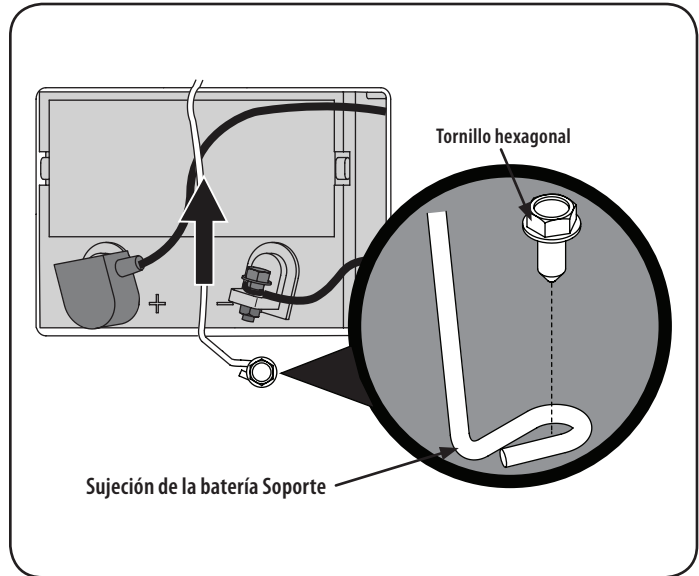

Figura 21
1. Retire el tornillo de la arandela hexagonal que fija la sujeción de la batería soporte a la estructura. A continuación, darle la vuelta al soporte de sujeción de la batería hacia arriba para liberar la batería. Vea la Figura 21.